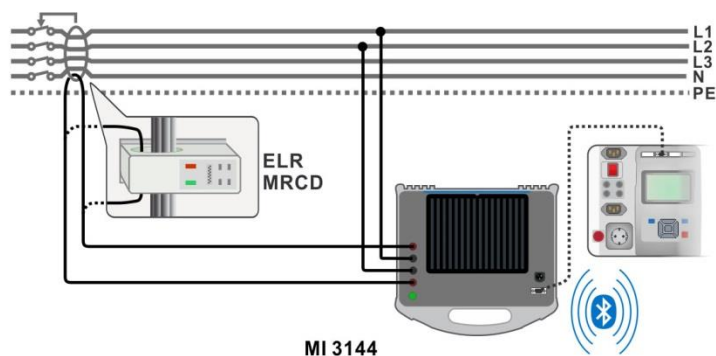

Abbildung 6.95: ELR-Stromeinspeisungstest / Kombination Zeit Test Verbindung
- › Schließen Sie die Prüfleitungen am Prüfling an. Siehe **Abbildung 6.95**. Ausführliche Informationen finden Sie in **der Bedienungsanleitung für MI 3144 – Euro Z 800 V**.